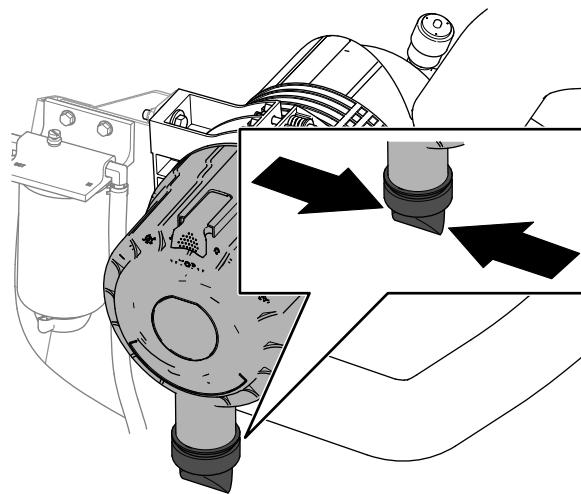

Figura 62
4. Apriete la válvula de expulsión de polvo (Figura 62).